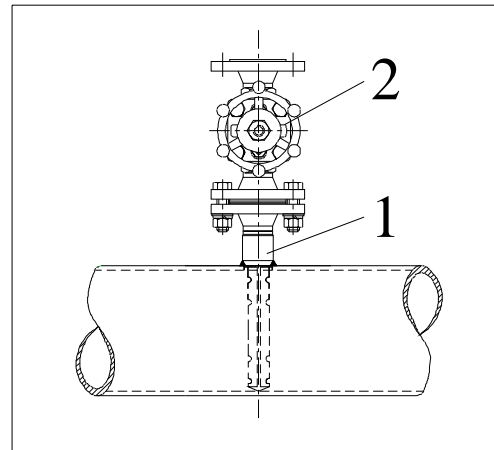

Abb. 12: Montagestutzen mit Absperrschieber
6. Montieren Sie das Flo-Tap-Absperrschieber{2} auf dem Montageflansch. Der Schieber muß vollständig geöffnet sein. (Abb.12).